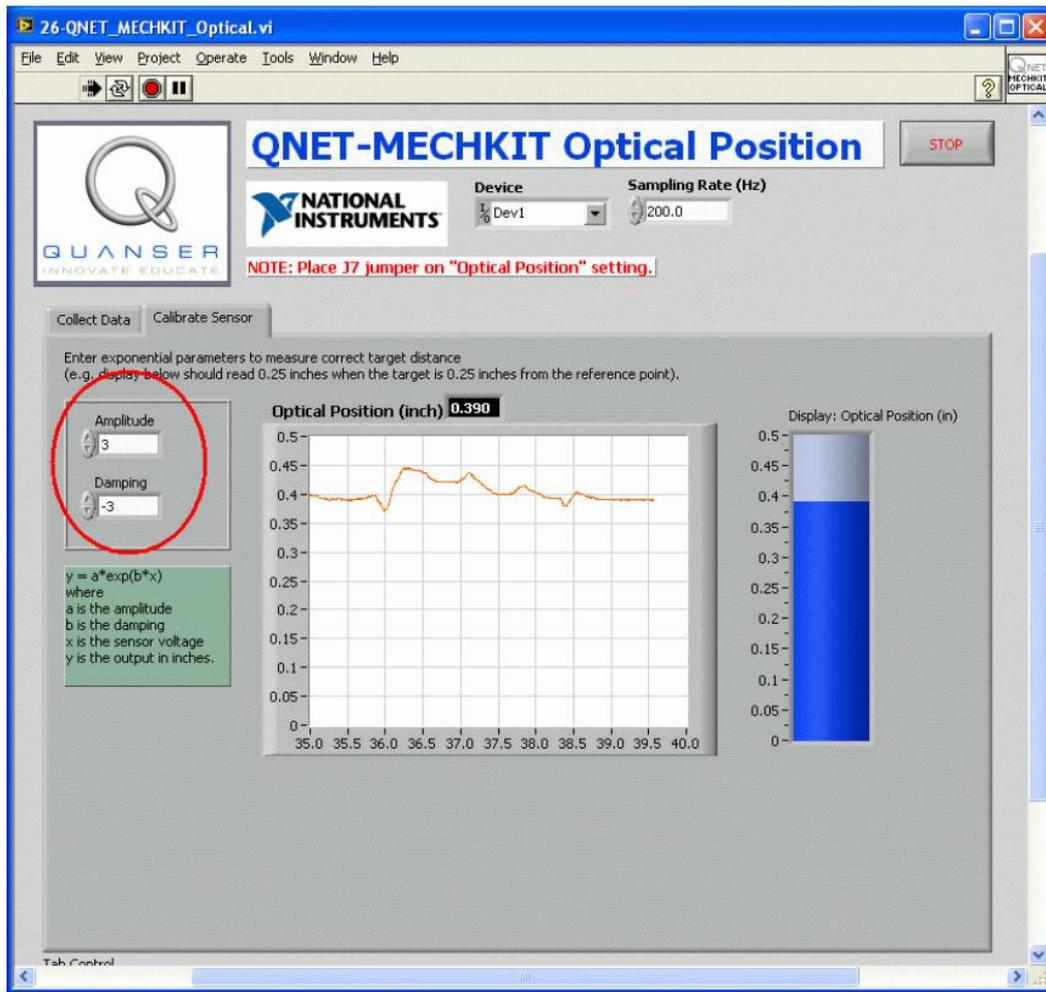

Рис. 46. Калибровка оптического датчика положения
2. На закладке *Calibration Sensor* введите параметры экспоненциальной функции в элементы управления *Gain* и *Damping* (рисунок 46), чтобы корректно измерять расстояние до объекта, например, когда объект находится на расстоянии 0.10 дюйма, на индикаторе должно отображаться значение 0.10 дюйма.